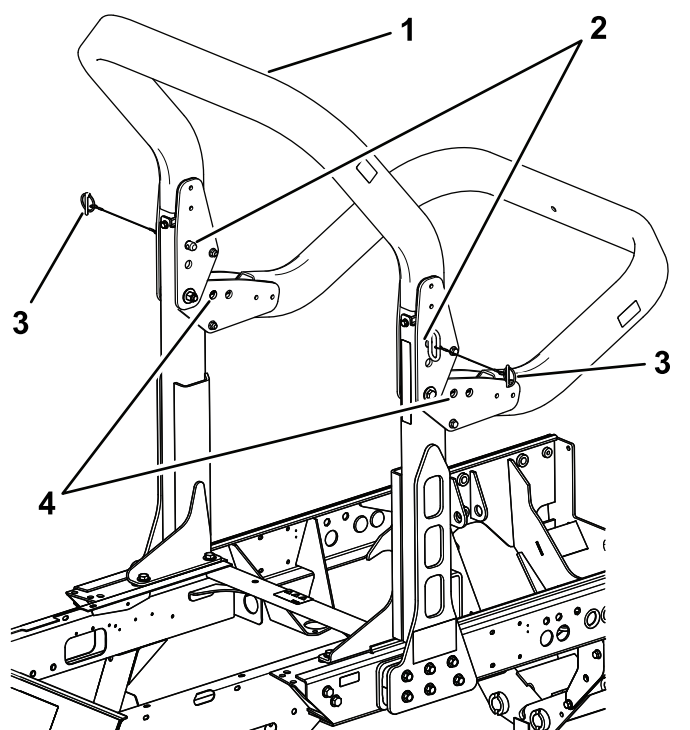

Figure 36
2. Soutenez le poids du cadre supérieur de l'arceau de sécurité pendant que vous enlevez les goupilles de verrouillage et les axes de chape des supports de pivot (Figure 36).